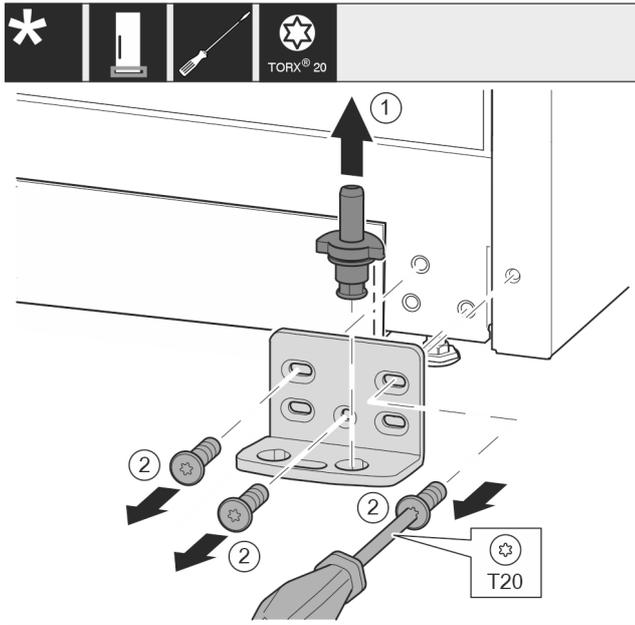

Fig. 17
- ▶ Lagerbolzen komplett nach oben herausziehen. Fig. 17 (1)
- ▶ Schrauben mit Schraubendreher T20 herausdrehen und Lagerbock abnehmen. Fig. 17 (2)